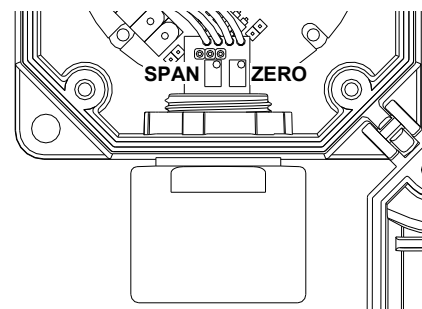

Fig. 9a: Posición de los controles de Cero y Span en el sensor para gases combustibles.
- Con el transmisor en aire limpio, girar el trimmer 'CERO' (ver Fig. 9a) en sentido anti-horario hasta que la corriente se detenga en un valor mínimo (unos 4.00mA), puedes girar el trimmer en sentido horario hasta tener un ligero aumento del valor (ej: 4.10mA), después girar lentamente el trimmer en sentido anti-horario hasta llevar la corriente lo más cerca posible del valor mínimo (ej.: 4.00mA) sin superar este valor.